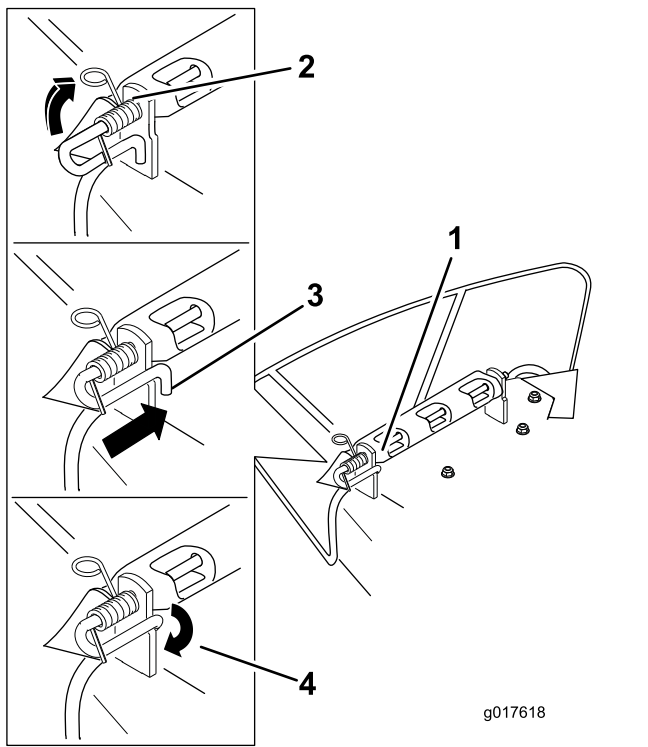

Figure 61
- Soulevez le côté avec la boucle du ressort et placez-le dans le cran du support de déflecteur (Figure 61).
5. Fixez l'ensemble tige et ressort en le tournant de sorte à pouvoir placer l'extrémité courte de la tige derrière le support avant soudé au tablier de coupe (Figure 61).